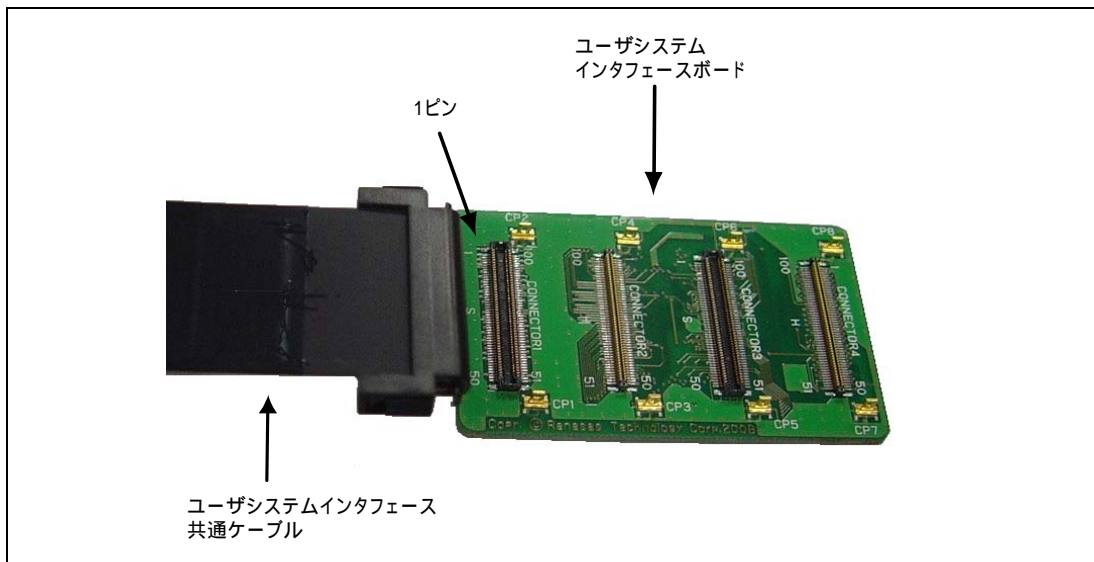

図 2.7 ユーザーシステムインタフェースボードとユーザーシステムインタフェース共通ケーブルの接続
4. ユーザシステムインタフェース共通ケーブルをユーザシステムインタフェースボード上のCONNECTOR1- 1 ピン位置を確認した上で差し込みます（図2.7参照）。ユーザシステムインタフェースボード上のシルク表示でCONNECTOR1 CONNECTOR2 CONNECTOR3 CONNECTOR4の順番で合計4本を差し込みます。これにより、デバッグMCUボード本体とユーザシステムインタフェースボードがユーザシステムインタフェース共通ケーブルによって接続されます。